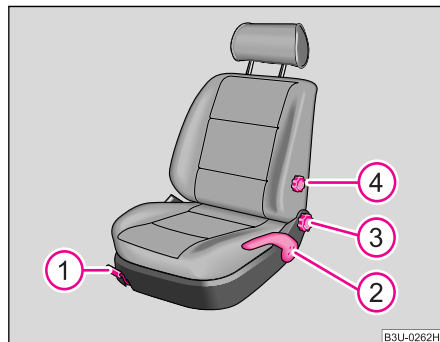

Fig. 50 Elemente de comandă pentru scaunul conducătorului
- Se trage maneta ① ♥ pagina 70, fig. 50 în sus și se deplasează scaunul în poziția dorită.
- Se eliberează maneta ① și se deplasează scaunul mai departe, până când se blochează.
- Când se dorește ridicarea scaunului, se ridică maneta ② ♥ pagina 70, fig. 50, sau se pompează.
- Când se dorește coborârea scaunului, se apasă maneta ② în jos, sau se pompează.